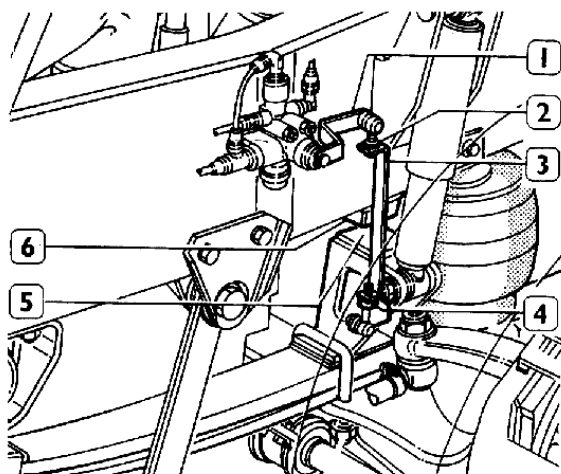

Figura 50
1. Encender el motor y cargar el sistema neumático hasta la descarga por el regulador, presionar el interruptor apropiado, elevar el chasis en la parte delantera hasta que sea posible insertar un distancial de 65 mm entre la tapa (6) y el fin de carrera (5), tanto en el lado izquierdo como del derecho del chasis.
3. Aflojar las contra-tuercas (2 y 4, figura 50) y actuar sobre el tirante (3), de modo que sea posible insertar el tornillo (1) en la sede apropiada, para bloquear la palanca de comando (1, figura 50) en la posición horizontal. Apretar firmemente las tuercas (2 y 4, figura 50).
4. Remover el tornillo (1), elevar el chasis en la parte delantera y remover los distanciales.